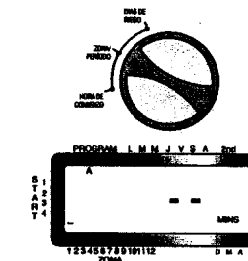

Ilustración 6: Duración de la estación para el programa A
- ◆ Haga girar el dial a la posición **Duración de estación** ya sea en el program A o en el B. La pantalla mostrará el programa que usted haya seleccionado con una "A" o una "B" y los -- MINS y el cursor intermitente en la estación "1" [Vea la ilustración 6].